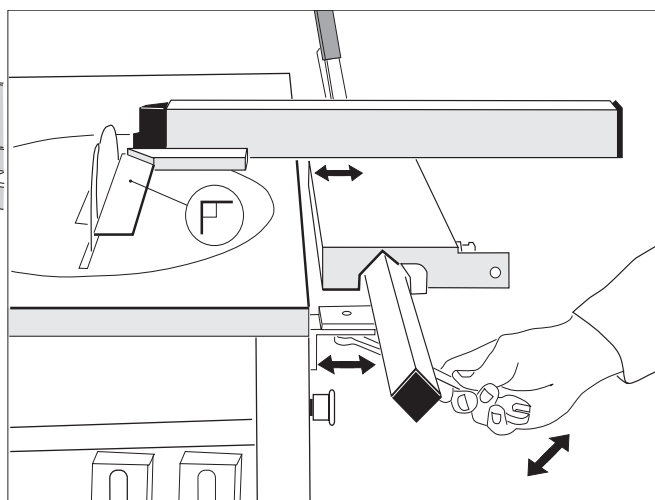

Fig. 4b
- Fäst vagnstycket vid justerbordet med fästskruvarna. Finjustera höjden på stödbocken **L** *fig. 4b*.